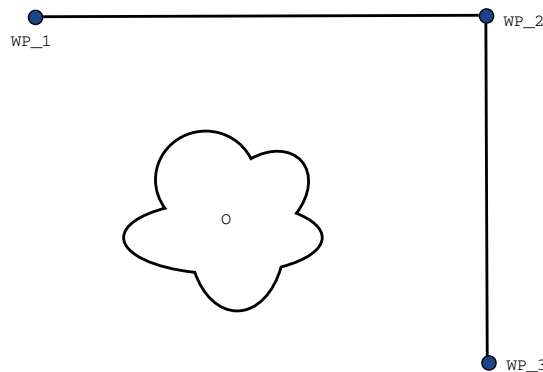

Figura 15.2: WP_1: poziția inițială, WP_2: punct via, WP_3: poziție ridicare, O: obstacol.
Exemplu Luați ca exemplu o aplicație de ridicare și plasare (vezi figura 15.2), unde robotul se află momentan la punctul de trecere 1 (WP_1), și trebuie să ridice un obiect la punctul de trecere 3 (WP_3). Pentru a evita coliziunile cu obiectul și alte obstacole (O), robotul trebuie să se apropie de WP_3 venind dinspre punctul de trecere 2 (WP_2). Astfel, se introduce trei puncte de trecere pentru a crea o cale ce îndeplinește cerințele.